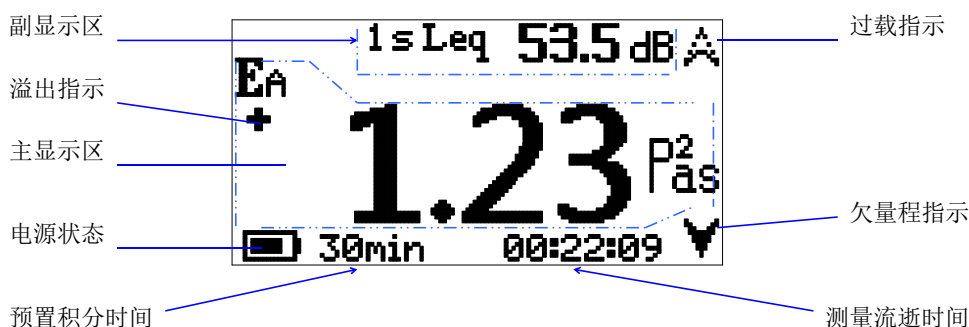

图 12 积分测量期间的显示器之一
4.6.4.1 HY114B 和 HY114D 的模式选择开关置于“积分”时，可测量时间平均声级、声暴露级、声暴露、噪声剂量、归一化 8 小时平均声级、统计声级以及最大时间计权声级和最小时间计权声级等多个声学评价量。积分测量时显示器的界面如图 12 所示。